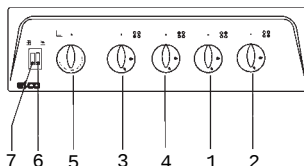

Figure 15
c. Gril électrique : Ouvrez la porte du four et allumez le gril en appuyant sur le bouton (Fig 15, rep 6). Laissez fonctionner le gril pendant 15 minutes. Eteignez le gril et laissez refroidir.
Modèle CS66104: Appuyez sur le bouton du gril électrique (Fig 15, Rep 7)